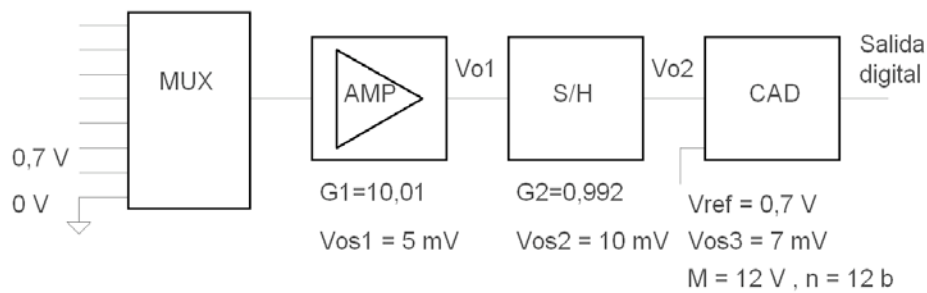

Figura 3
- El circuit de la figura 3 representa l'estructura simplificada d'un Sistema d'Adquisició de Senyals (SAS). Per corregir els errors globals de zero i de guany, una de les entrades és 0 V i una altra, una tensió de referència de 0,7 V. Les lectures corresponents s'emmagatzemen per a l'aplicació posterior d'un algoritme de correcció. El CAD és de 12 bits, utilitza una tensió de referència de 0,7 V i el seu marge de tensió d'entrada és de 12 V. El guany nominal de l'amplificador és de 10, i la del S&H d'1. Considerant solament les fonts d'error indicades en la figura (errors de guany i de zero -tensions d'òfset referides a l'entrada-), determineu: